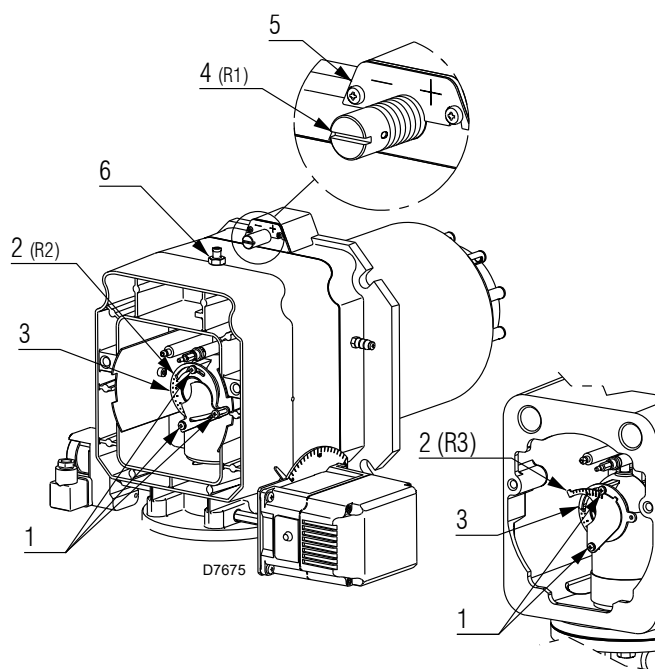

Fig. 17
- Girar el tornillo 4)(Fig. 17) hasta que coincida la muesca encontrada con el plano delantero 5) de la brida.
- Aflojar los 3 tornillos 1)(Fig. 17) y girar la tuerca 2) hasta que coincida la muesca hallada con el índice 3).
- Aflojar los 2 tornillos 1)(Fig. 17) y girar la tuerca 2) hasta que coincida la muesca hallada con el tornillos 1).